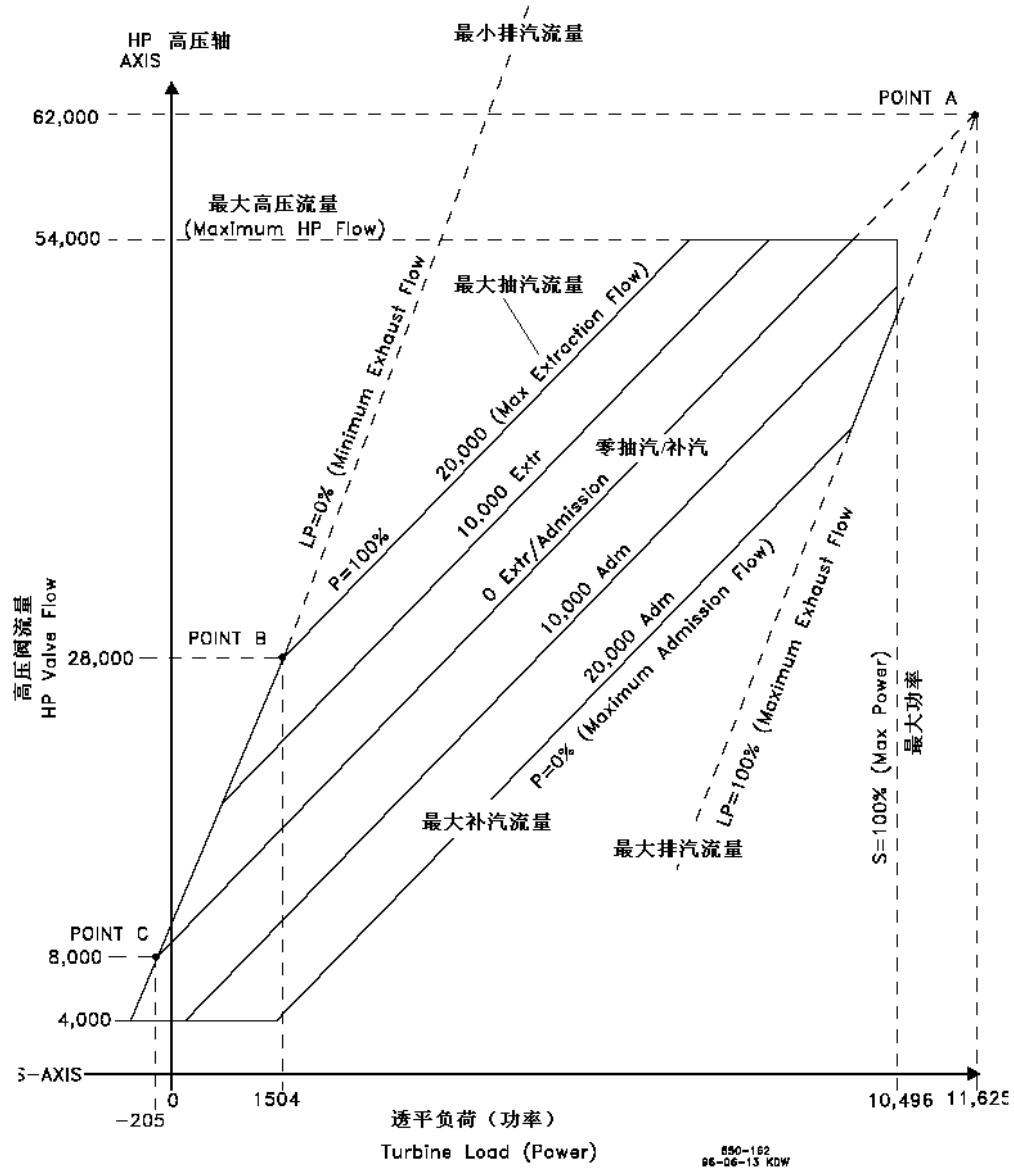

图 4-6. 典型的抽汽&补汽工况图
在将透平的抽/补汽工况图编程输入到控制器之前，必须得到交点A、B、C（见图4-6）。
如果B点和C点不存在，必须修改工况图以包含B点和C点。需要产生LP=0线。为了产生LP=0线，你必须知道通过透平后部的最小蒸汽流量。在我们的例子中（图4-6），最小蒸汽流量是8,000lb/h（3629kg/h）。
1. 延长最大抽汽线。参见图 4-6。
从转换后的工况图中可以得到10个需要的数值。下面提供的例子，将采用图4-6的工况图。